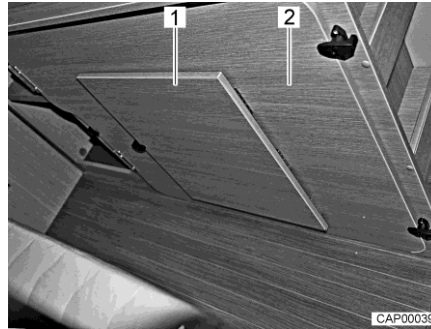

Bild 42 Einlegebrett am rechten Bettkasten
- Zusätzliches Einlegebrett (Bild 42,2) vom rechten Bettkasten im Heck abnehmen.
- Fußstütze (Bild 42,1) am Einlegebrett ausklappen.